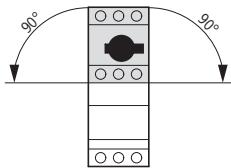

Abbildung 7: Zugelassene Einbaulagen für Motorschutzschalter PKZM0/XTPR...BC1
- Montieren Sie den Motorschutzschalter nur wie in Abb. 7 dargestellt.